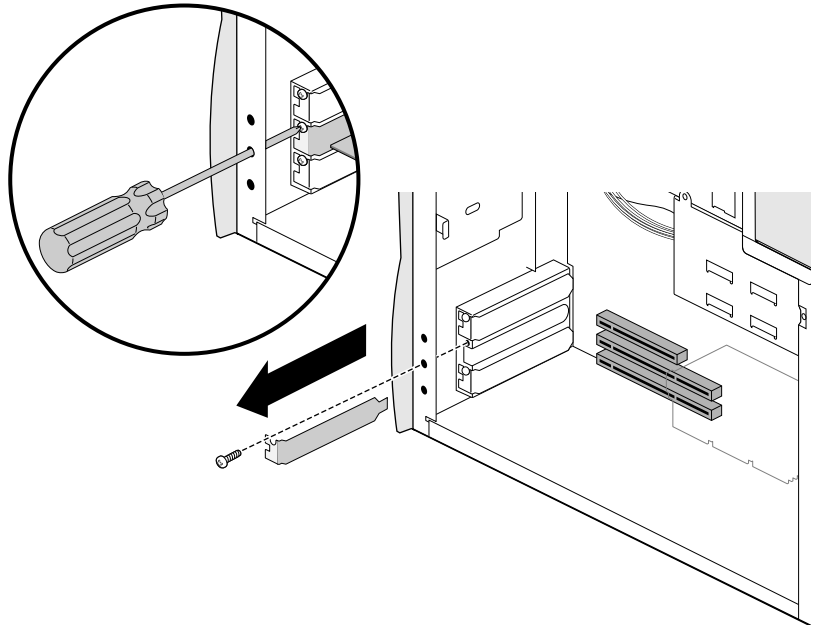

Figure 5-1 Retrait de la plaque de protection de l'emplacement d'une carte PCI
5. Si l'emplacement de la carte PCI est protégé par une plaque, retirez-la, comme indiqué à la Figure 5-1.